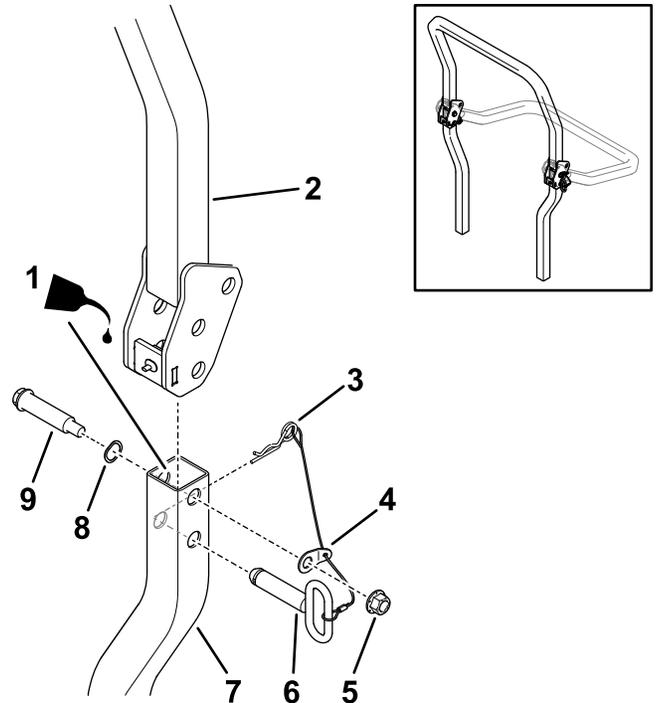

Bild 12
5. Ölen Sie die Innenflächen der unteren Überrollbügelrohre leicht ein (Bild 12).
6. Befestigen Sie den oberen Überrollbügel locker am unteren Überrollbügel mit zwei Ansatzschrauben, zwei Wellenscheiben, zwei an den Verbindungsleinen befestigten Unterlegscheiben und zwei Sicherungsmuttern (1/2"), wie in Bild 12 dargestellt.
8. Klappen Sie den oberen Überrollbügel in die aufrechte Position, setzen Sie die Verriegelungsstifte ein (die ovalen Griffe müssen zur Außenseite der Maschine zeigen) und sichern Sie ihn mit den Splinten auf jeder Seite (Bild 12).